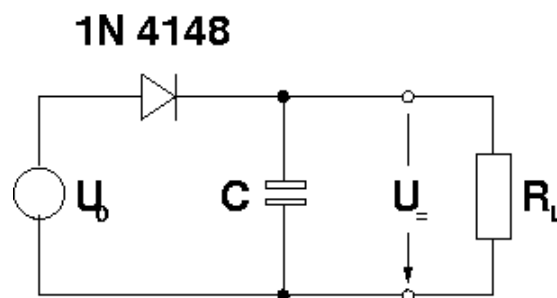

Abbildung 6: Schaltung zur Gleichrichtung von Signalen.
1. Bauen Sie einen Einweggleichrichter wie in Abb. 6 auf. Variieren Sie die Kapazität des Glättungskondensators. Achten Sie bei den Elektrolytkondensatoren auf die Polarität.